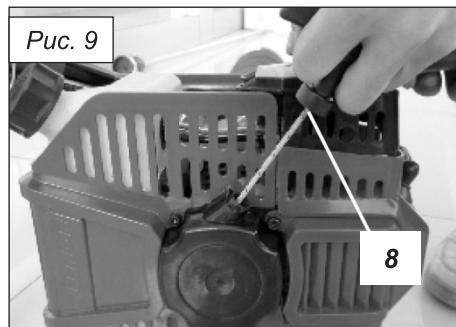

Рис. 9
4. Резко потяните за ручку стартера (п. 8, рис. 9), предварительно выбрав свободный ход. Повторять до момента первого характерного выхлопа через глушитель.
Каждые 100 часов работы меняйте смазку в блоке редуктора (рис. 9) (обратитесь в сервисный центр).